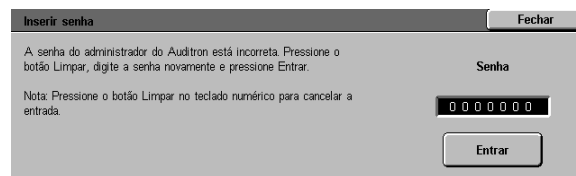

Figura 6: tela Inserir senha
- 2 Toque no botão **Administração do Auditron** na tela, para exibir a tela Inserir senha, conforme ilustrado na Figura 6.